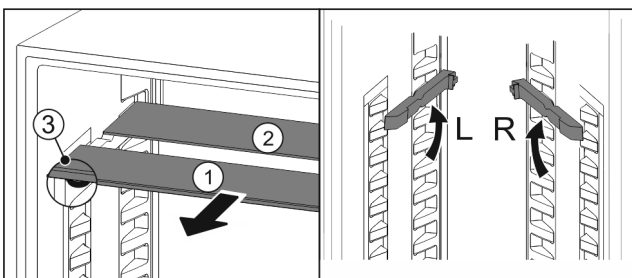

Fig. 116
- ▶ Glasplatten einzeln nach vorne herausziehen Fig. 116 (1).
- ▷ Glasplatte Fig. 116 (1) mit Zierleiste liegt vorne.
- ▷ Stopps Fig. 116 (3) zeigen nach unten.